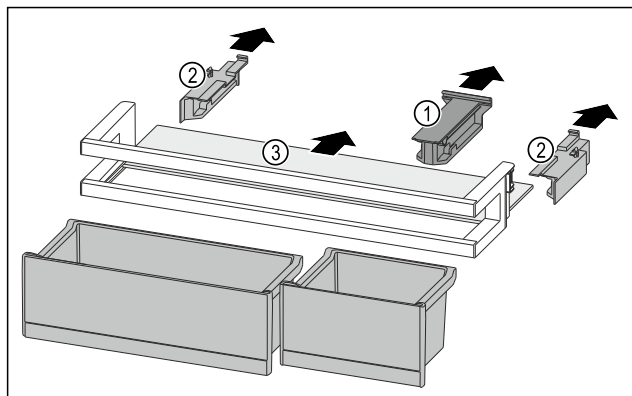

Fig. 137
- Držák Fig. 137 (1) stáhněte.
- Boční díly Fig. 137 (2) stáhněte.
- Odkládací plochu Fig. 137 (3) odeberte.